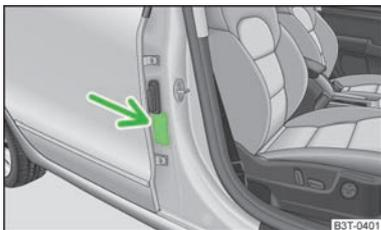

Fig. 150
- O autocolante na coluna B, do lado do passageiro dianteiro, chama a atenção para este facto » Fig. 150. O autocolante fica visível ao abrir a porta do lado do passageiro dianteiro. Para alguns países, o autocolante também está colocado na pala de sol do lado do passageiro dianteiro.